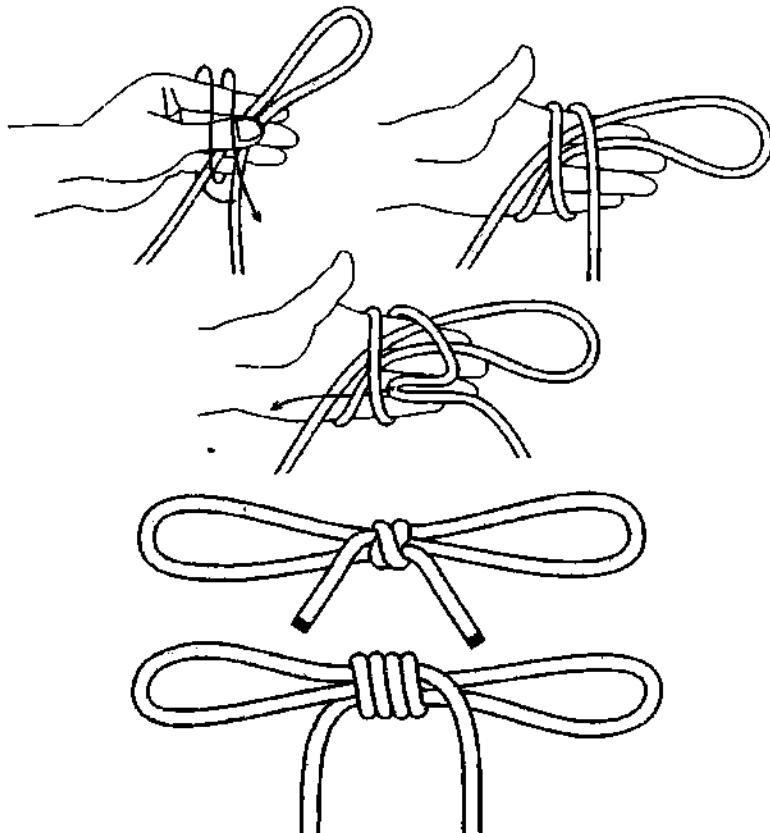

Рис. 437. Двойная удавка.
*Пьяный узел* можно значительно усилить, связав *кровавый узел* с двумя петлями – *двойной простой*, *тройной простой* и т. д. (рис. 437). Чем больше будет сделано шагов во время вязки узла, тем сильнее *кровавый узел* будет обжимать концы и не давать петлям ослабнуть. *Двойная удавка* – это своего рода *висельный узел* с двумя петлями. Если *двойную удавку* использовать для связывания рук, то, несомненно, она является лучшим из узлов с двумя затягивающимися петлями.